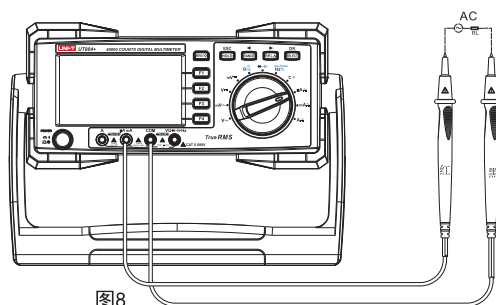

图8
- (1) 将红表笔插入" μA mA"或"A"插孔, 黑表笔插入"COM"插孔。
- (2) 将仪表的旋转开关转到 μA \sim 或 mA \sim 或 A \sim , 按SEECT键选择所需测量的直流, 如图8, 将仪表表笔串联待测回路中。